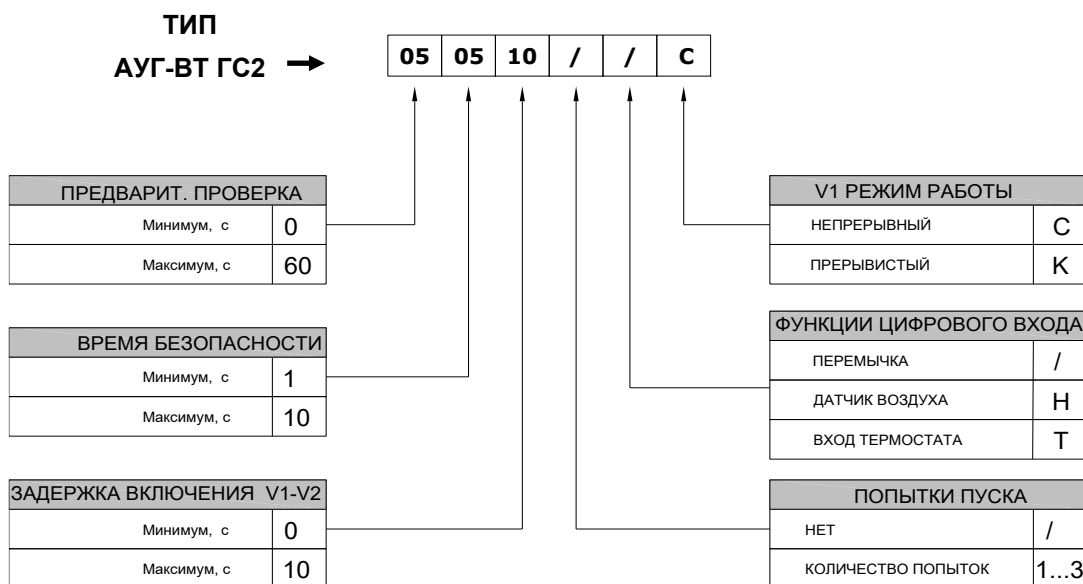
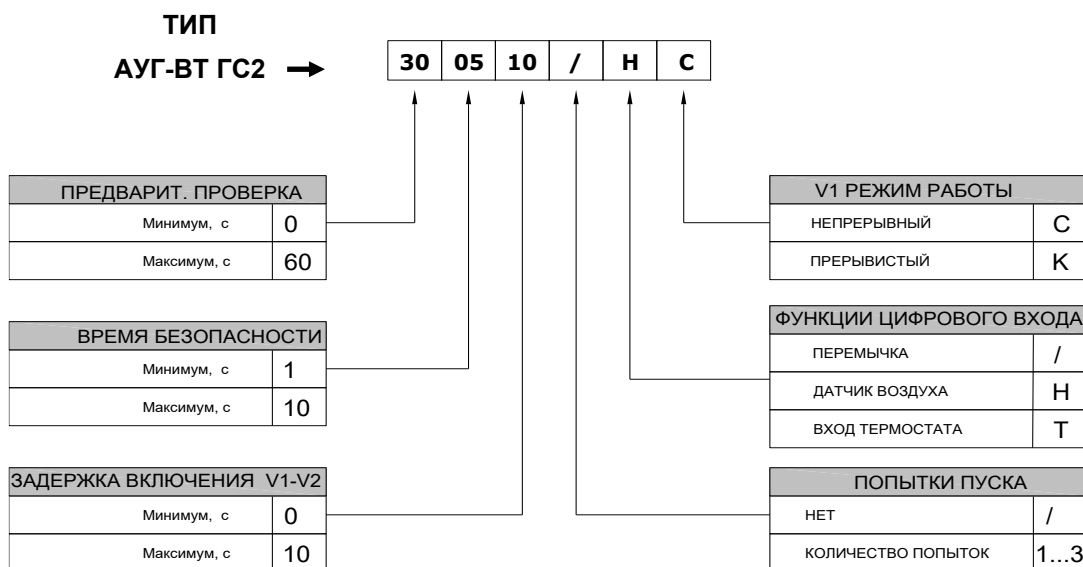

Рис. 3 : Временные параметры для горелок без вентилятора
Рис. 4: Временные опции для горелок с вентилятором
- Во время производства продукт может быть индивидуально запрограммирован в соответствии с требованиями заказчика по запросу (см. примеры программ, рис. 3 и рис. 4).^И